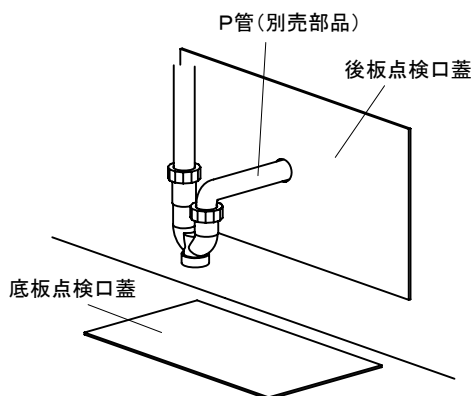

図13-4
- ①後板点検口蓋にあけた穴にP管を通してください。(図13-4)